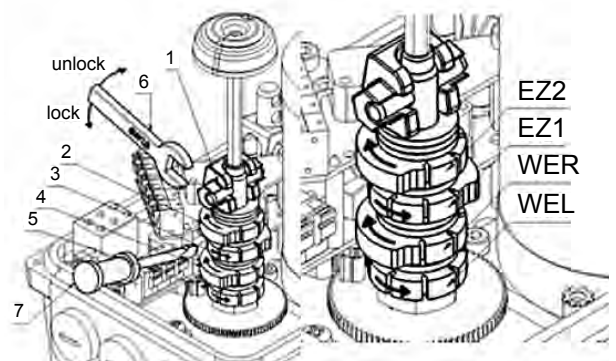

Abb. 4: Einstellung Endlagenschalter
Antrieb in gewünschte Endlage fahren. Mit einem Schraubenschlüssel SW10 den Exzenter (1) öffnen und mit einem Schraubendreher (7) die Schaltnocke verstellen. Danach den Exzenter mit dem Schraubenschlüssel wieder schließen (Abb. 4).